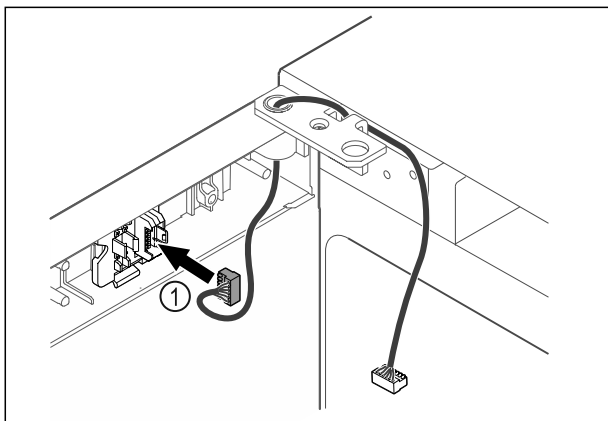

Fig. 47
- ▶ Zasuňte zástrčku Fig. 47 (1) do držiaka zástrčky.